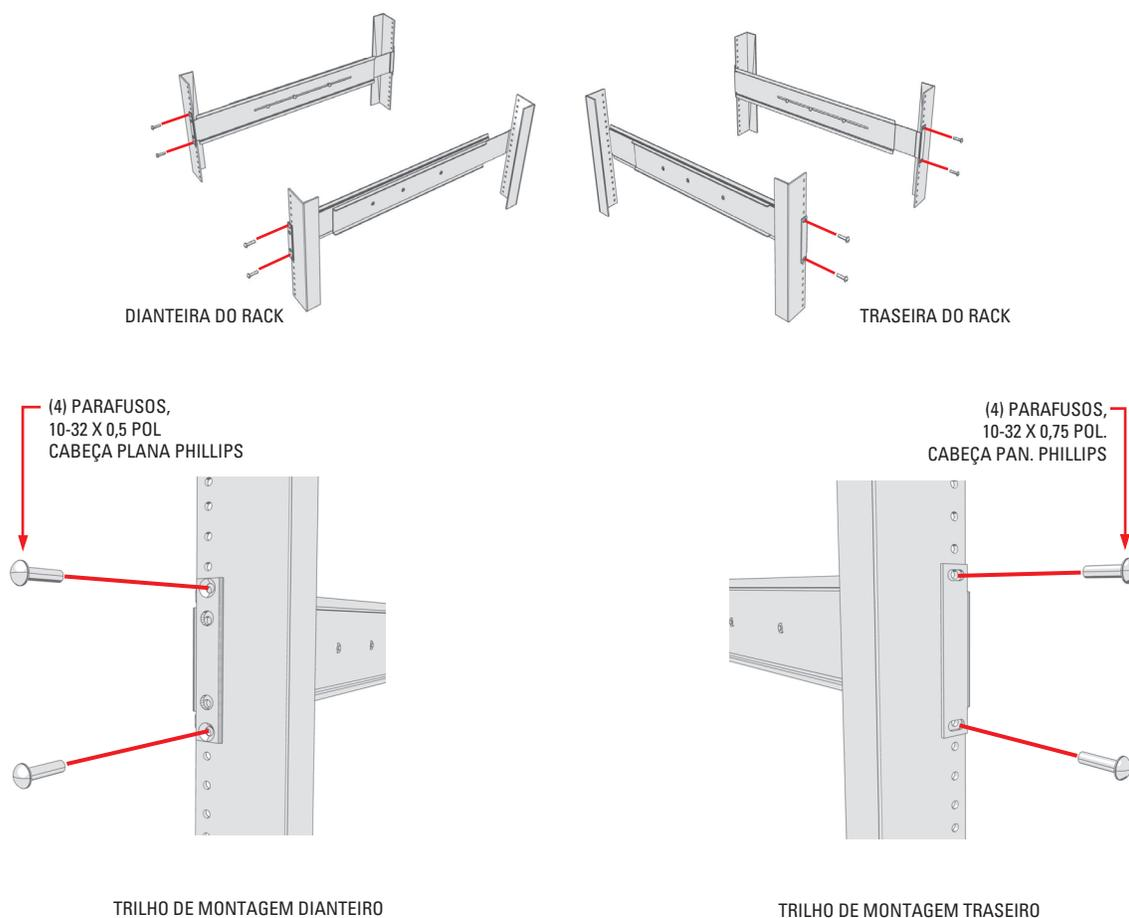

Figura 8. Encaixe dos trilhos de suporte
6. Encaixe um conjunto de trilhos de suporte (fornecido) no rack para equipamentos, no local desejado (consulte a Figura 8).